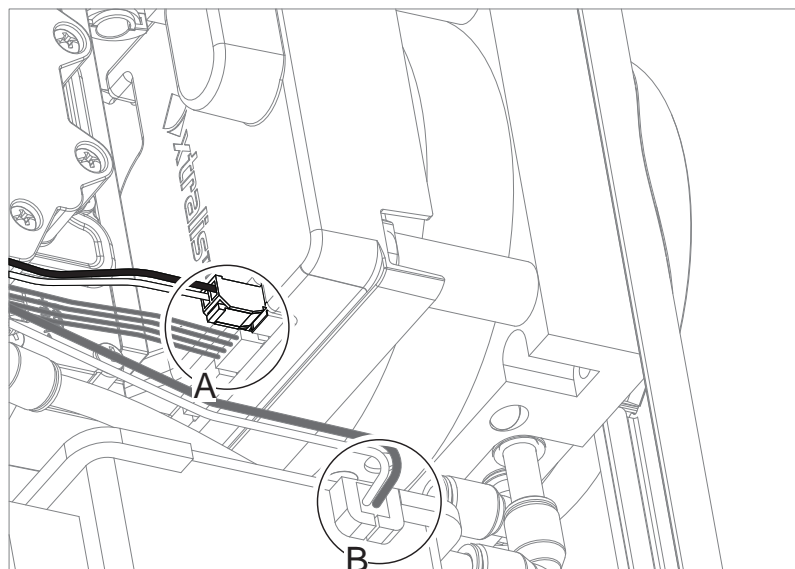

Рис. 7-19: Отсоединение кабелей
5. Отсоедините три кабеля (А и В) (Рис. 7-19).